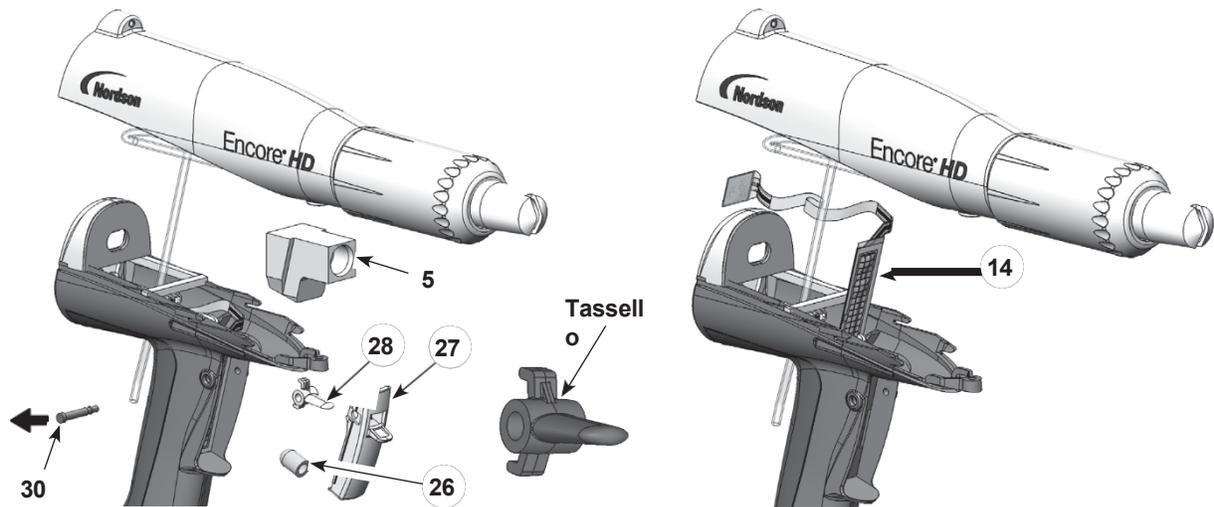

Figura 17 Sostituzione dell'interruttore di innesco
1. Vedere la Figura 17. Orientare il nuovo interruttore (14) con la griglia rivolta verso la parte anteriore della pistola, quindi far passare con attenzione l'estremità inferiore quadrata dell'interruttore attraverso la fessura dell'impugnatura.
4. Installare il grilletto di spurgo (28) nel grilletto di spruzzatura (27) con il soffietto orientato verso l'alto, come illustrato. **Non installare il grilletto di spurgo al contrario.**
5. Posizionare i grilletti nell'impugnatura e tenerli in posizione mentre si preme l'asse (30) attraverso l'impugnatura e i grilletti finché la testa dell'asse non è a filo dell'impugnatura. L'asse scatta in posizione una volta installato correttamente.